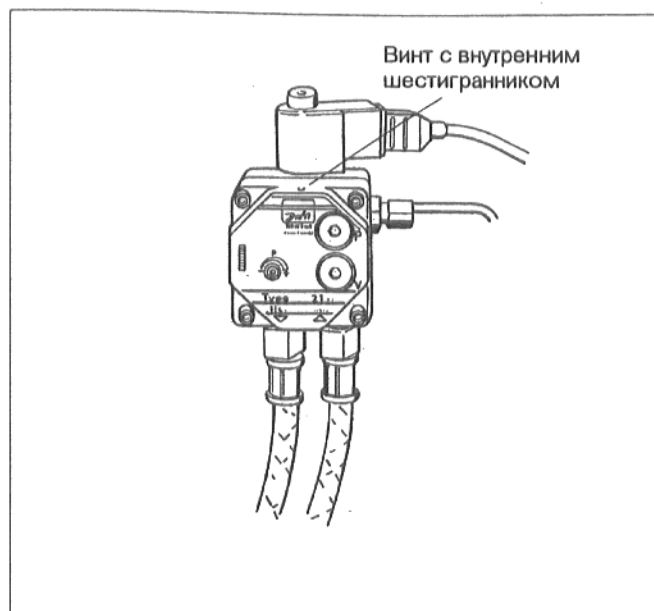

Рис.6: Насос Danfoss
- Ослабить 4 винта с внутренним шестигранником на верхней панели (рис.6).
- Вынуть фильтр, подав его вверх (рис.6).